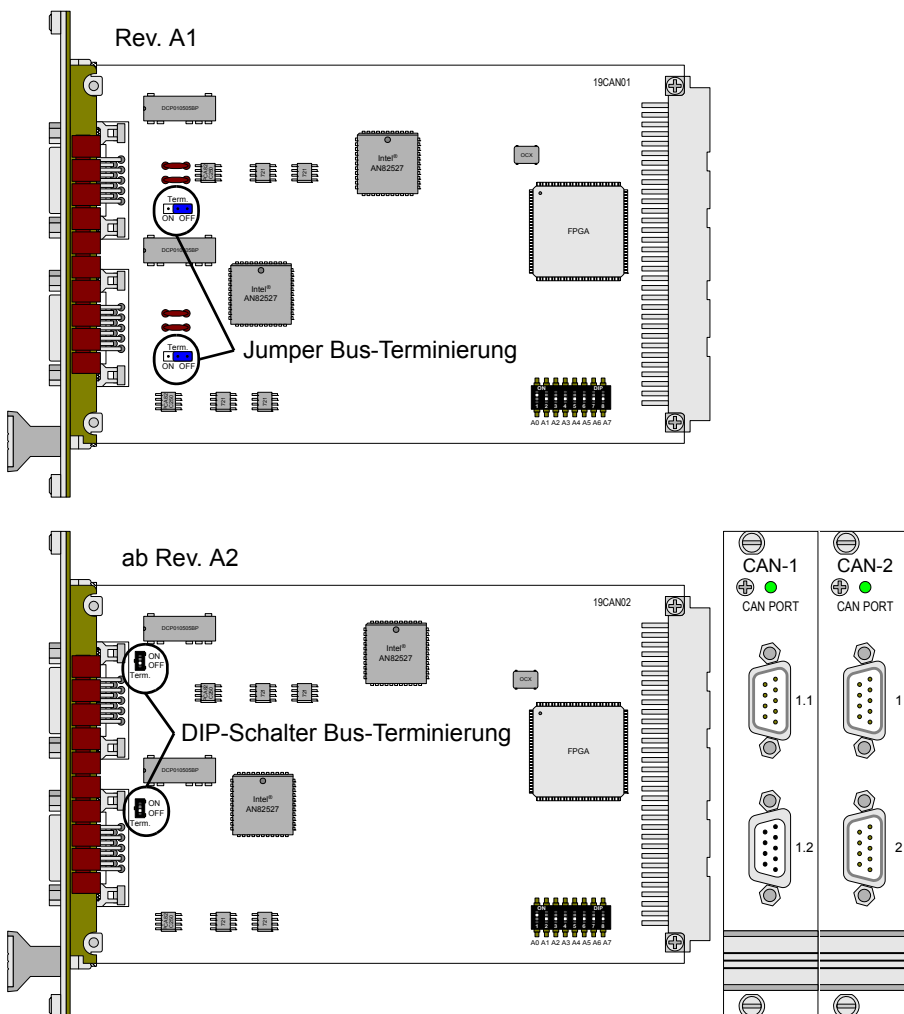

Abb. 280 – Pro-CAN-1/-2: Platine und Frontplatten
Wenn die Terminierung erforderlich ist, legen Sie den entsprechenden DIP-Schalter (Rev. A2, siehe Abb. 280) nach oben um; bei der Modulrevision A1 stecken Sie die Jumper auf die linke Position (ON).